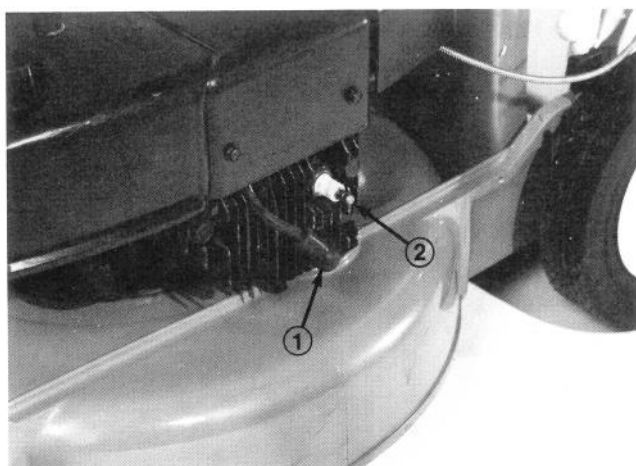

Figure 27
3. Mettez le moteur en marche. Insérez le bout du tuyau, sans la lance, dans l'orifice de lavage (Fig. 26). Utilisez une pression d'eau moyenne, laissez l'eau couler et le moteur fonctionner pendant environ deux minutes. L'action créée par la rotation de la lame et l'eau chasse les débris accumulés sur le dessous du carter de la tondeuse. Lorsque l'herbe a complètement été évacuée et que l'eau est de nouveau claire, arrêtez le moteur. Débranchez le fil de haute tension de la bougie une fois que toutes les pièces sont arrêtées et accrochez le bout du fil dans le trou cranté (Fig. 27).
Pour éviter tout risque d'accident, n'effectuez jamais de réglage ou de service d'entretien pendant que le moteur est en marche. Débranchez le fil haute tension (Fig. 27) de la bougie pour prévenir un démarrage accidentel.